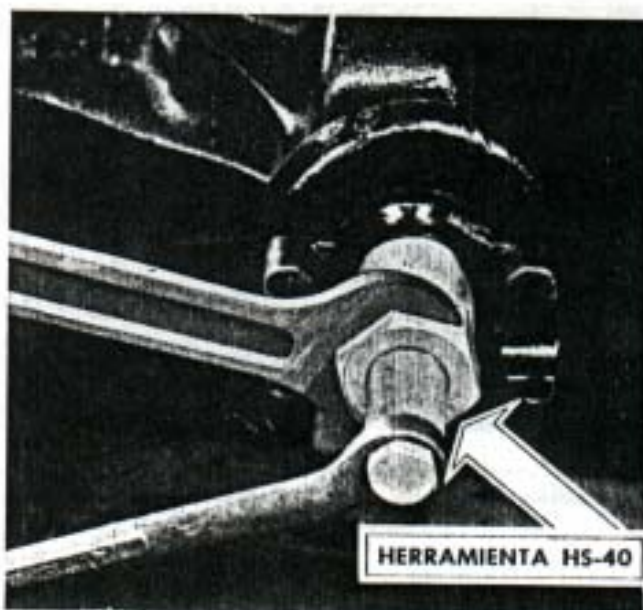
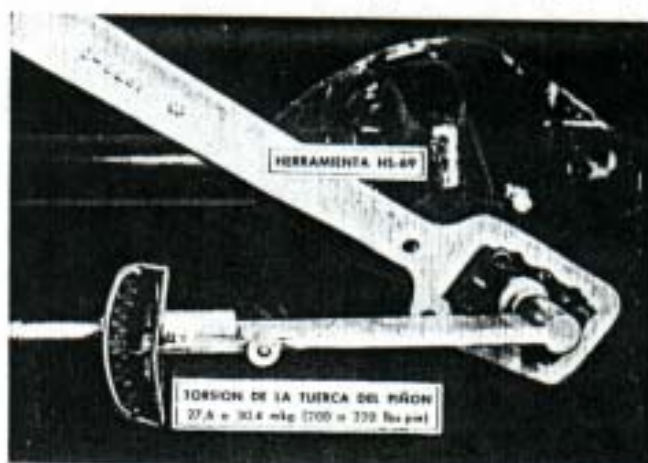

Fig. 232. — Instalando la horquilla de la junta universal con la herramienta HS-40.
Fig. 233. — Apretando la tuerca del piñón de mando con una llave de torsión. (Todos los vehículos, excepto el "Rambler").
e) Colocar en el piñón suplementos de ajuste y el cono del cojinete delantero, lubricándolo con aceite para diferencial. Luego, montar el deflector de aceite, la horquilla de la junta universal con el instalador HS-40 (Fig. 232), la arandela y la tuerca, apretándola de 27,6 a 30,4 mkg (200 a 220 pie-lbs). (Fig. 233). Hacer girar a mano el piñón, desde la horquilla de la
- j) Sacar la tuerca, arandela y horquilla de la junta universal. Instalar la junta del retén de aceite primero y luego el retén con la herramienta HS-37 (Fig. 237), horquilla, arandela y tuerca, apretándola a una torsión de 27,6 a 30,4 mkg (200 a 220 pie-lbs) (Fig. 233).